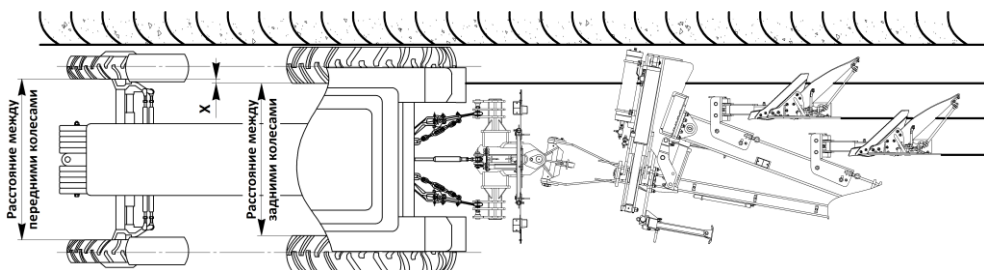

Рисунок 3 – Рекомендуемое расстояние между шинами колес трактора
5.1.1 Рекомендуемое расстояние между шинами колес трактора (рисунок 3)